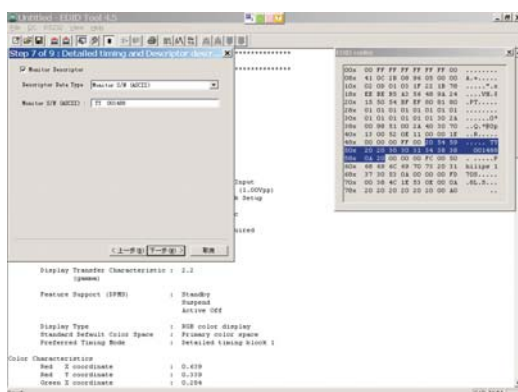

Fig. 16
6. Click Next, bring up Fig. 16.